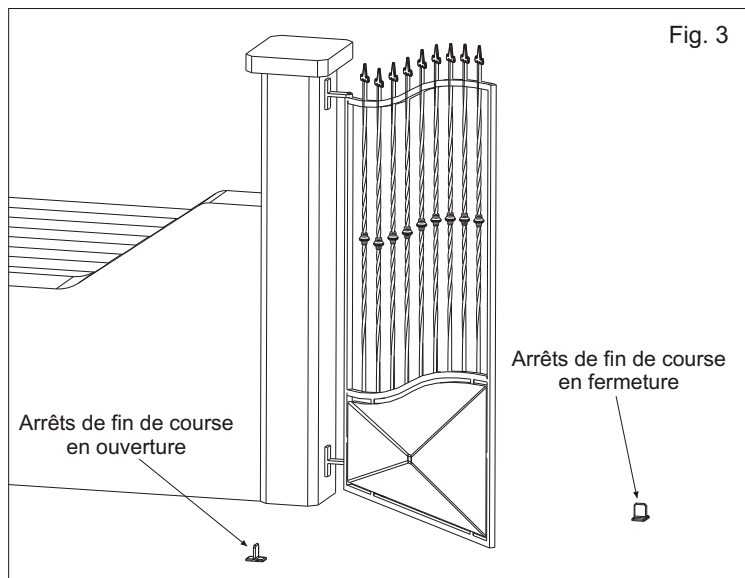

Fig. 3
- E.** Dès qu'il n'y a pas des fins de course dans l'actuateur, il faut installer des arrêts mécaniques de fin de course sur le sol en fermeture et en ouverture (Fig.3).